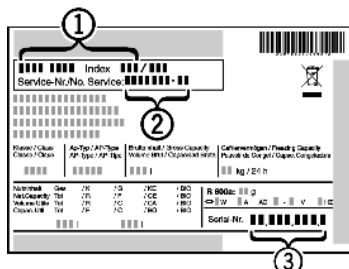

Fig. 19
- ▶ Relever la désignation de l'appareil Fig. 19 (1), le n° de service Fig. 19 (2) et le n° de série Fig. 19 (3) sur la plaquette signalétique. Cette plaquette se trouve sur la paroi intérieure gauche de l'appareil.
- ▶ Informer le S.A.V. et lui communiquer la panne, la désignation de l'appareil Fig. 19 (1), le n° de service Fig. 19 (2) et le n° de série Fig. 19 (3).